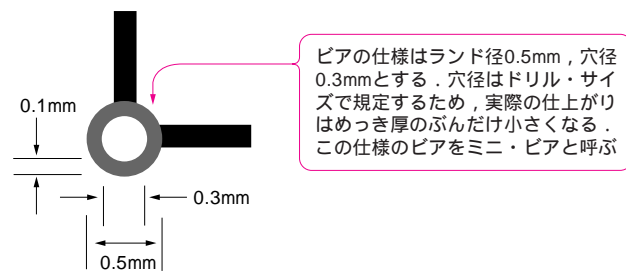

図2 ピアの仕様
- ピア・サイズは0.5mmで、穴径は0.3mmとする(図2)。